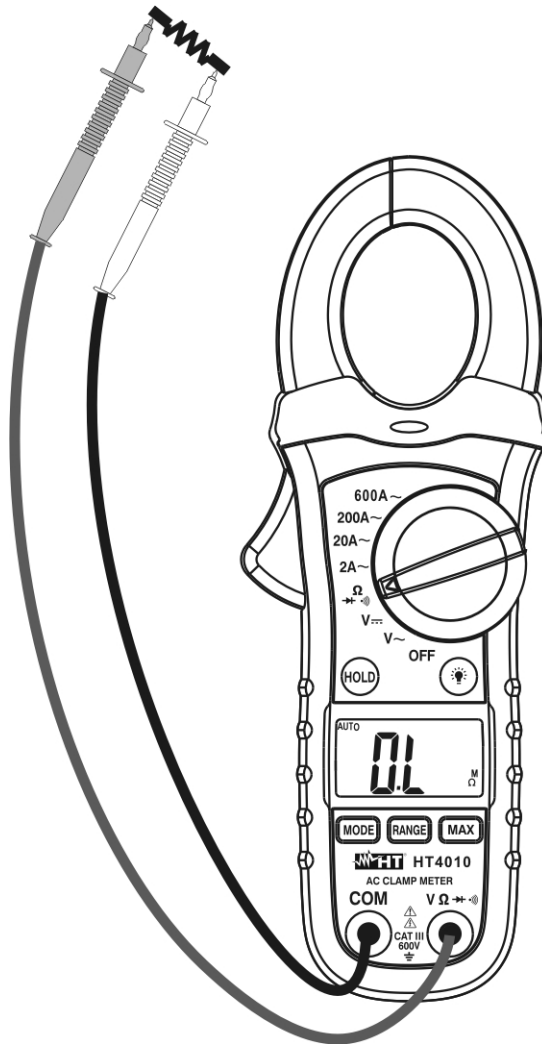

Fig. 5: Uso del instrumento en la medida de Resistencia
4. Conecte las dos puntas de prueba en el circuito a medir (ver Fig. 5), y lea el valor de la resistencia mostrado en el visualizador